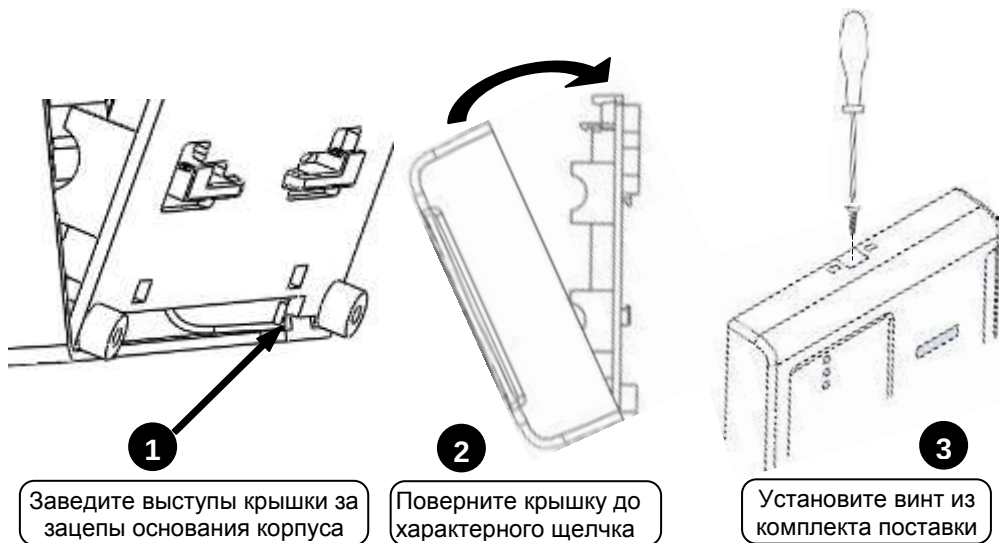

Рисунок 8. Установка крышки блока
4.5 Закройте крышку блока в порядке, указанном на рис. 8.